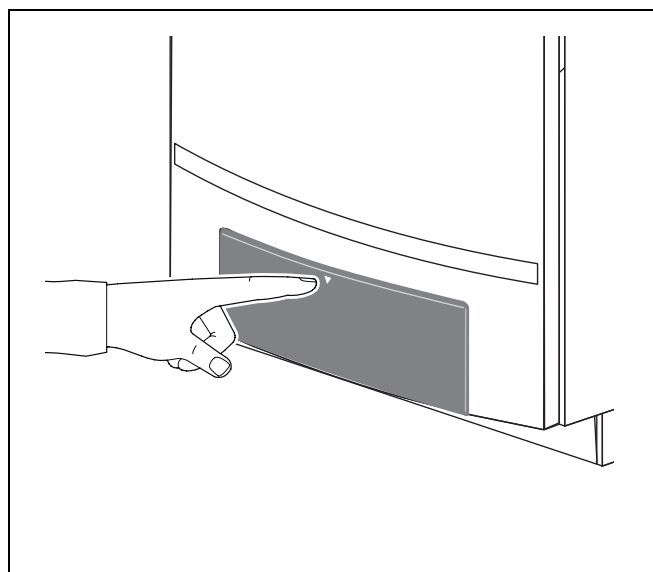

Рис. 2 Открытие панели управления
Отопительный котел оснащен пультом управления, главным регулятором BC10 (рис. 2). Он служит для управления отопительной установкой.
- Панель управления открывается путем нажатия на крышку (рис. 2).